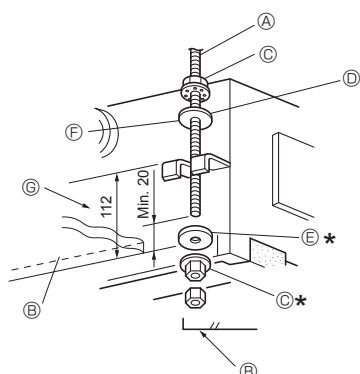
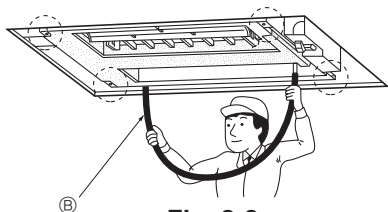

Fig. 2-7
Fig. 2-8
1. Enfiler à l'avance les rondelles d'étanchéité ① ② (fournies) et leurs écrous (à se procurer sur place) dans les boulons de suspension. (Fig. 2-7)
- * Procéder dans l'ordre suivant (à partir du haut) : écrou, rondelle isolée ②, rondelle sans isolant ①, 2 écrous.
- * Placer la rondelle isolée ② avec la surface isolée tournée vers le bas, comme illustré.
2. Soulever l'appareil pour le mettre en place, en l'alignant correctement sur le boulon de suspension. Passer le support entre les rondelles ① et ②, qui sont déjà en place et l'attacher. Procéder de la même manière pour les quatre emplacements.
- Ⓑ Rondelle ①
- Ⓕ Rondelles d'étanchéité ② (avec isolation)
4. Vérifier si les quatre coins sont à niveau, à l'aide d'un niveau ou d'un tuyau en plastique transparent contenant de l'eau. (Fig. 2-8)